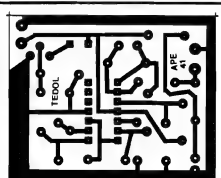

Fig.2
- FIG. 2 - LAY OUT DO CIRCUITO IMPRESSO ESPECÍFICO - Em tamanho natural (escala 1:1), a figura mostra o arranjo de ilhas e pistas na face cobreada da placa de Circuito Impresso do TESTA-DOLAR... O padrão é bastante simples, e mesmo o Hobbysta iniciante não encontrará grandes dificuldades na sua elaboração, usando tinta especial (ácido-resistente) ou os decalques apropriados, existentes no varejo de Eletrônica. Como sempre, recomendamos os cuidados e
Como o circuito do TESTA-DOLAR envolve o trabalho de amplificação em ganho minúsculo elevado, a partir de sinais iniciais muito fracos, mais ainda devem ser enfatizados os cuidados com os comprimentos dos fios e cabagens (quanto menores forem, melhor...). Quem puder obter uma caixinha metálica, nas convenientes dimensões, poderá usá-la, com vantagens no sentido da blindagem geral do circuito, bastando ligar, eletricamente, o próprio corpo desse container à linha do negativo da alimentação geral, ou diretamente à "barra de terra", aquela faixa cobreada mais larga que circunda toda a placa do Impresso (ver fig. 2).